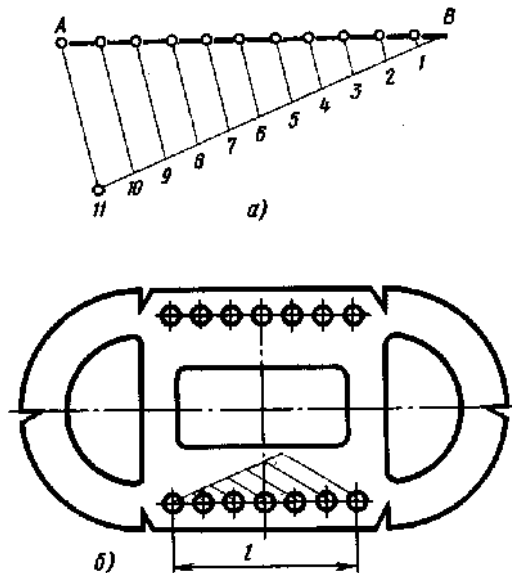

Рис. 16, а - Деление отрезка на «*n*» равных частей; б - деталь (практическое применение деления отрезка на «*n*» равных частей)
**Деление отрезка прямой на любое число равных частей.** Пусть отрезок *AB* требуется разделить на 11 равных частей. Из точки *B* проводят под острым углом к отрезку прямую линию (рис. 16, а), на которой от точки *B* измерительным циркулем откладывают 11 равных отрезков произвольной величины. Точку *11* соединяют с концом *A* данного отрезка прямой линией. Из точек делений 1-10 проводят прямые, параллельные прямой *11A*, которые и делят отрезок *AB* на 11 равных частей. Практическое применение деления отрезка прямой на любое число равных частей представлено на рис. 16, б.